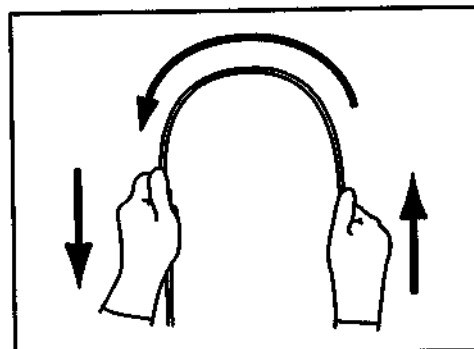

Рис. 3.5
- 6** Обеими руками согните вводимую трубку полукругом. Затем передвигая руки в направлении, указанном стрелками на Рис. 3.5, убедитесь в том, что вводимая трубка пластична и легко сгибается в полукольцо по всей длине.